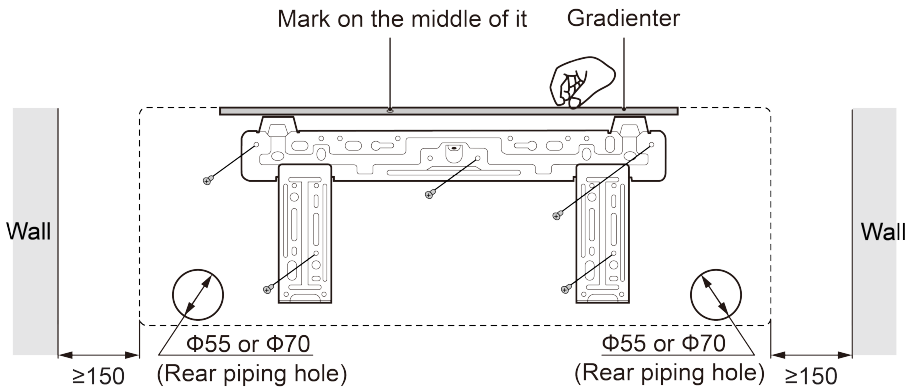

Fig. 4.2
- ① Determine la posición horizontal por el método del hilo tenso; dado que la tubería de drenaje está en el lado izquierdo, es necesario ajustar el panel trasero para que su lado izquierdo quede un poco más bajo.
- ② Fije el panel trasero a la pared con pernos. ③ Después de instalar el panel trasero, tire de él con las manos para comprobar que esté suficientemente firme. El panel colgado debe soportar el peso de un adulto (60 kg), y el peso compartido por cada perno debe ser bastante uniforme.
- ④ El diámetro mostrado en la Fig. 4.2 es de 55 mm o 70 mm.
- (1) Haga el orificio de tubería (Φ 55 mm o 70 mm) en la pared con una leve inclinación hacia abajo, hacia el lado exterior. El centro del orificio debe determinarse según la Fig. 4.2.
- (2) Inserte el manguito del orificio de tubería en el orificio para evitar que la tubería y el cableado conectados se dañen al pasar por el orificio.